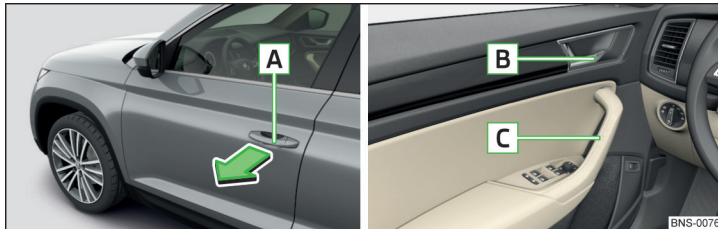

Abb. 57 Türgriff/Türöffnungshebel
- Zum **Öffnen von außen** das Fahrzeug entriegeln und am Türgriff **A** in Pfeilrichtung ziehen » Abb. 57.